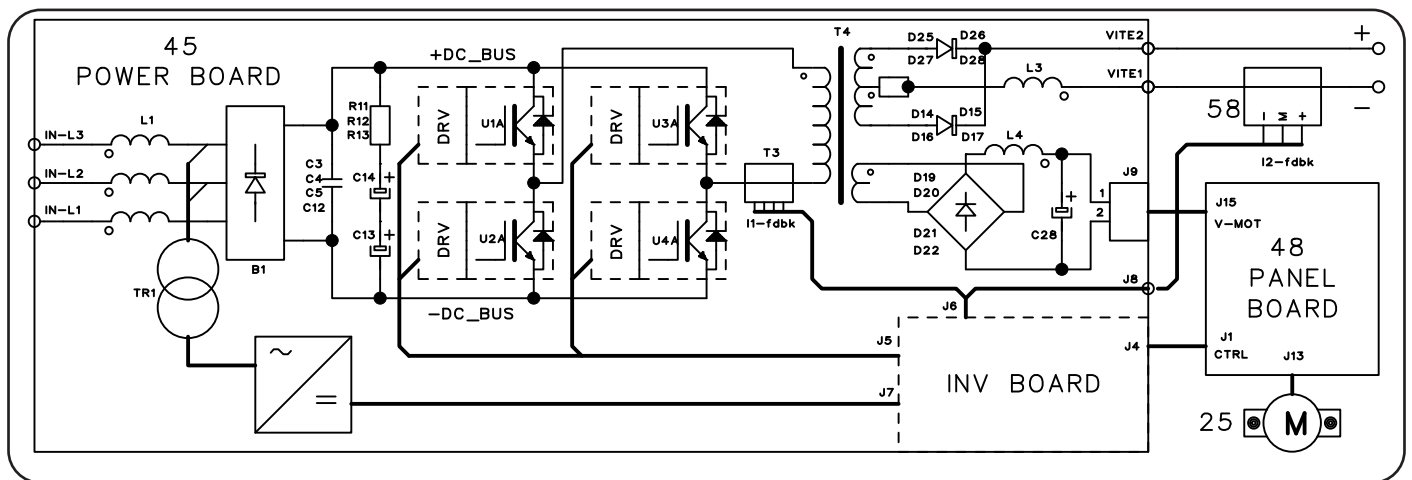

Fig. 2.3.2 (art. 324)
- art. 324, ver Fig. 2.3.2 y Mapa conectores, par. 5.7:
- 220 Vac, proveída de una toma intermedia del primario del transformador de servicios (62), para la alimentación del grupo de enfriamiento a través de la toma L en el panel posterior del generador.